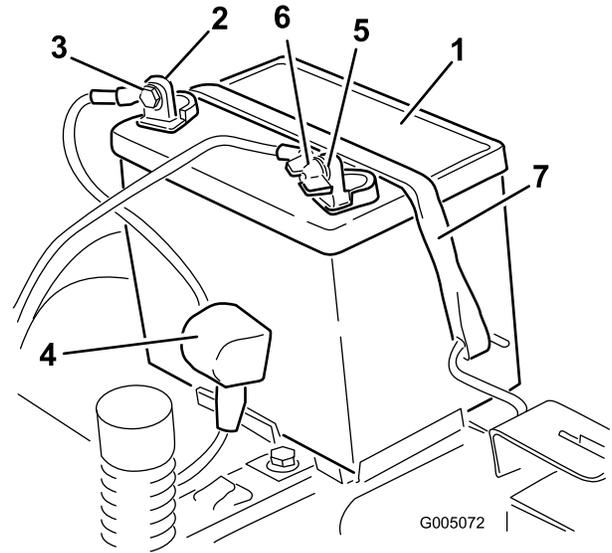

Bild 37
4. Klemmen Sie das Minuskabel (schwarz) vom Batteriepol ab (Bild 37). Bewahren Sie alle Befestigungen auf.
vom Batteriepol ab (Bild 37). Bewahren Sie alle Befestigungen auf.
6. Nehmen Sie die Batterieklemme ab (Bild 37) und heben Sie die Batterie aus dem Ständer heraus.
1. Setzen Sie die Batterie in das Fach (Bild 37).
5. Befestigen Sie die Batterie mit der Befestigung (Bild 37).